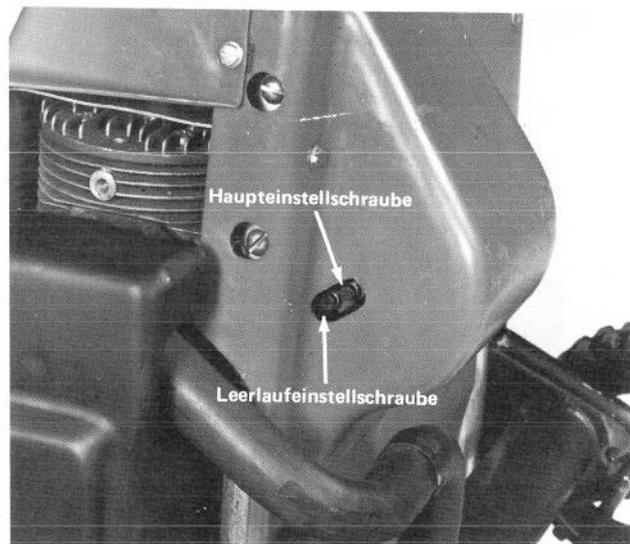

Abb. 17
1. Haupteinstellschraube (Abb. 17) – Die Schraube vorsichtig nach rechts hineindrehen, bis leichter Widerstand spürbar wird. Dann die Schraube wieder um $7/8$ Gänge nach links herausdrehen.
2. Leerlaufeinstellschraube (Abb. 17) – Die Schraube vorsichtig nach rechts hineindrehen, bis leichter Widerstand spürbar wird. Dann die Schraube wieder um eine volle Umdrehung (360°) nach links herausdrehen.